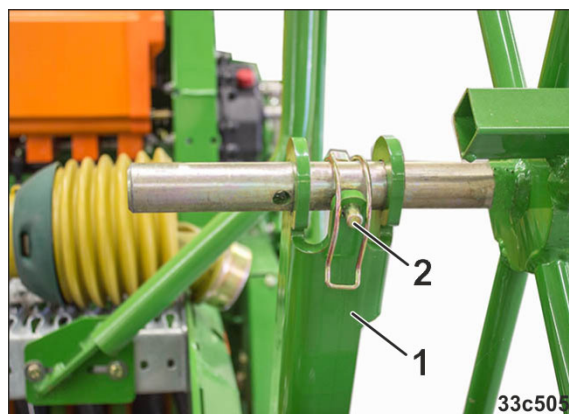

Рис. 149
- 3.2 Вставьте колесо с почвозацепами в транспортный держатель (Рис. 149/1) и зафиксируйте шплинтом (Рис. 149/2).